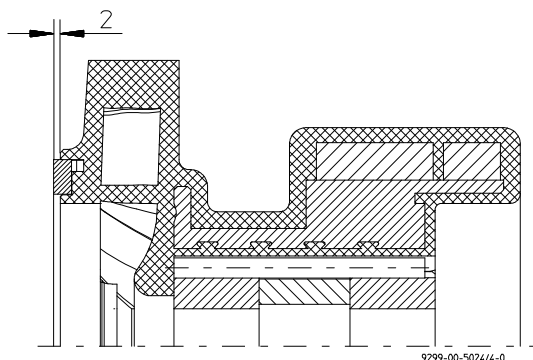

Figura 7
- Controllare se l'anello reggisplinta sporge di circa 2 mm dalla girante. Vedi **figura 7**.